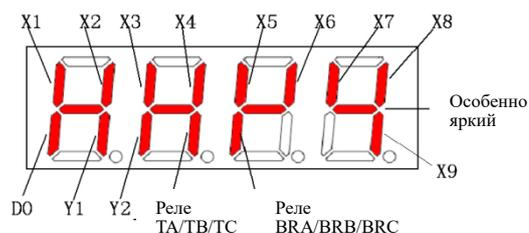

Рис. 6-29 Схема отображения текущего состояния статуса клемм
- ◆ Текущее состояние клемм отображается четырьмя цифрами на светодиодном дисплее без индикатора единиц измерения. Специфическое значение отображено на рис. 6-29